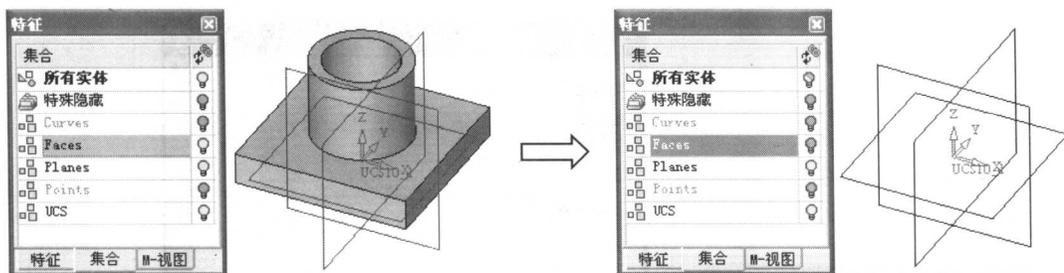

图 1-18 隐藏集合
- **【隐藏】**: 使用该选项将可以隐藏所选的集合，使用该选项的条件是该集合必需含有几何图元且处于显示状态。例如，在集合显示区域中选中**【Faces】**集合，然后在其右键菜单中选择**【隐藏】**选项将可以隐藏**【Faces】**集合，如图 1-18 所示。在**【Faces】**集合右方的**小灯泡**上单击鼠标左键，也可以隐藏**【Faces】**集合。